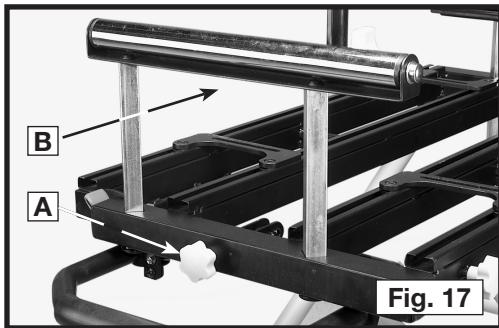

Fig. 17
1. Faites tourner le bouton de blocage du mouvement vertical du rouleau de rallonge (élément A de la figure 17) dans le sens inverse des aiguilles d'une montre.
2. Élevez ou abaissez le rouleau de rallonge (B) pour qu'il corresponde à la hauteur de la table de la scie.